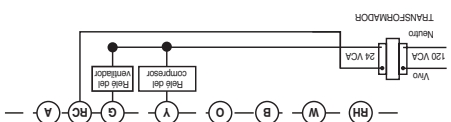
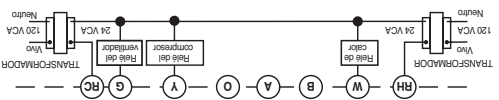

Figura 2. Diagrama de conexiones típico para sistemas de calor/frío de un solo transformador
Figura 3. Diagrama de conexiones típico para sistemas de calor/frío de dos transformadores
• **Si su sistema tiene más de dos cables:** Consulte en el cuadro de referencias las conexiones correctas. Si tiene un sistema de frío/calor de cuatro cables, deje conectado el puente instalado en fábrica entre **RC** y **RH** (vea la figura 2). Si su sistema tiene cinco cables, retire el puente instalado en fábrica entre **RC** y **RH** (vea la figura 3).